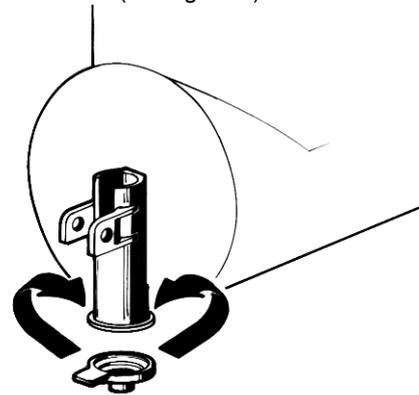

figure 4
**10 Réducteur de flux:** quand le distributeur est utilisé pour refroidir des boissons, il est conseillé d'installer sur le robinet le réducteur de flux fourni (voir figure 4).